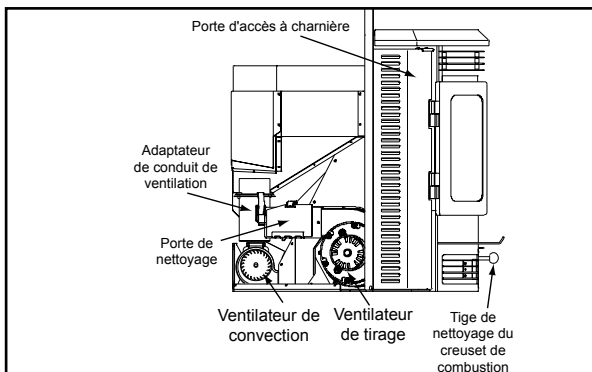

Figure 38.2
4. Nettoyez les lames du ventilateur de tirage pendant que le couvercle d'accès de gauche est toujours retiré. **Figure 38.2.**